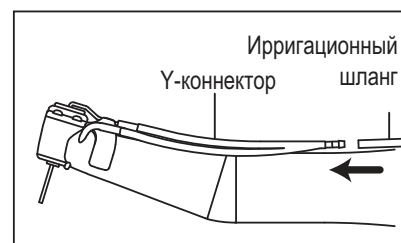

Рис. 4
- 2) Надежно подсоедините ирригационный шланг к Y-коннектору. (Рис.4)